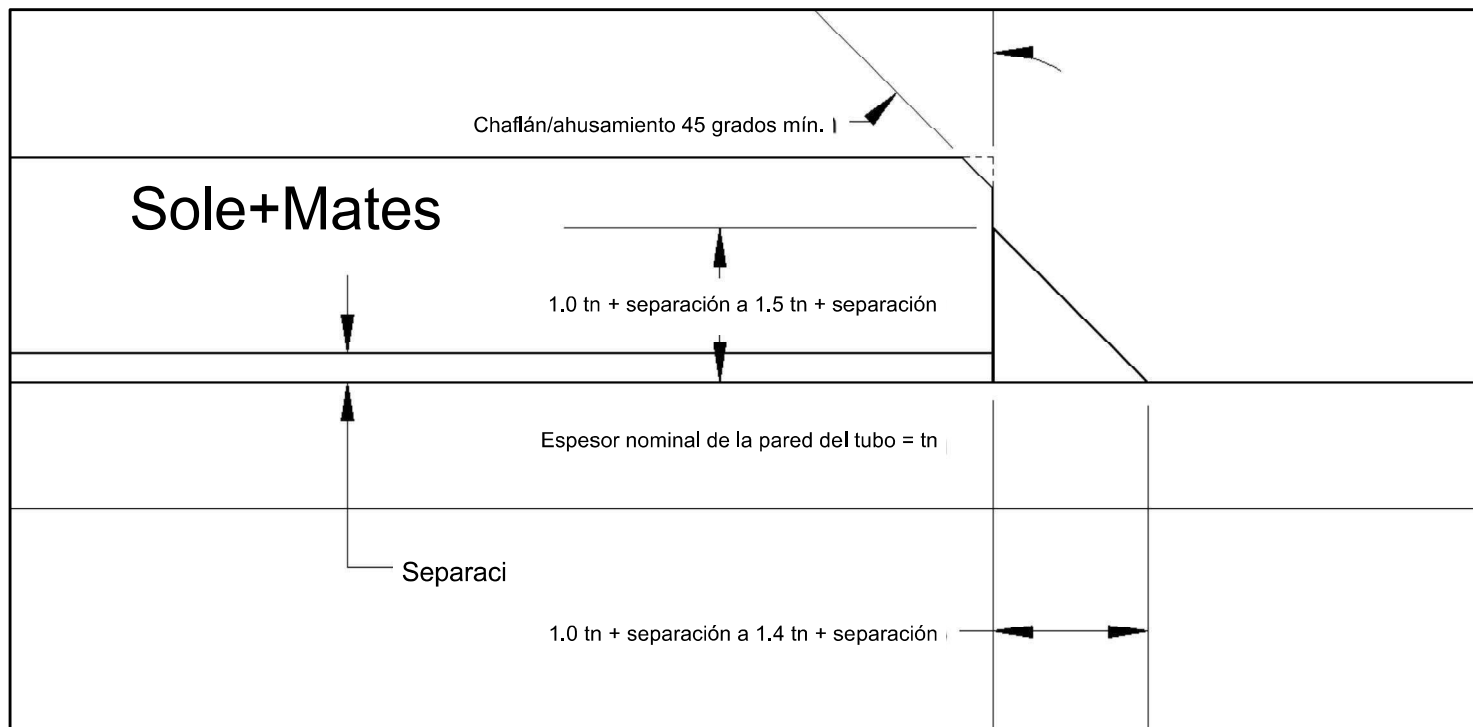

Figura 10
2. Para las camisas tipo B, después de que la costura de soldadura longitudinal esté completamente soldada, suelde los extremos circunferenciales al tubo con soldaduras de filete. Los requisitos del tamaño de las soldaduras de filete se detallan en la Figura 10. Controle con cuidado el tamaño y